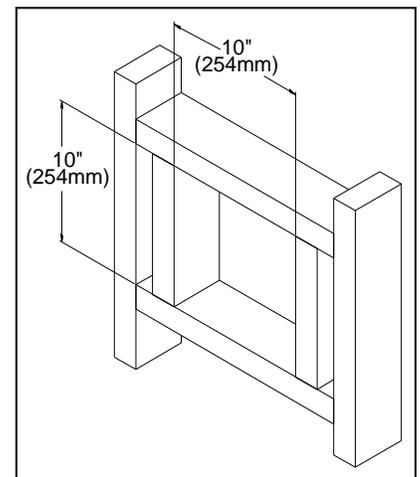

Figure 25: Trou de cadrage mural pour une installation horizontale.
3. Une fois le tuyau fixé au poêle au bon endroit, marquez le mur pour un trou carré de 10 po (25,4 cm) x 10 po (25,4 cm) (reportez-vous à la Figure 25). Le centre du trou carré doit correspondre à la ligne médiane du tuyau horizontal. Découpez et encadrez le trou de 10 po (25,4 cm) x 10 po (25,4 cm) dans le mur extérieur où l'évent se terminera. Reportez-vous à la Figure 25. Si le mur traversé est construit avec un matériau incombustible, c'est-à-dire de la maçonnerie ou du béton, un trou de 7" (17,8 cm) est acceptable.